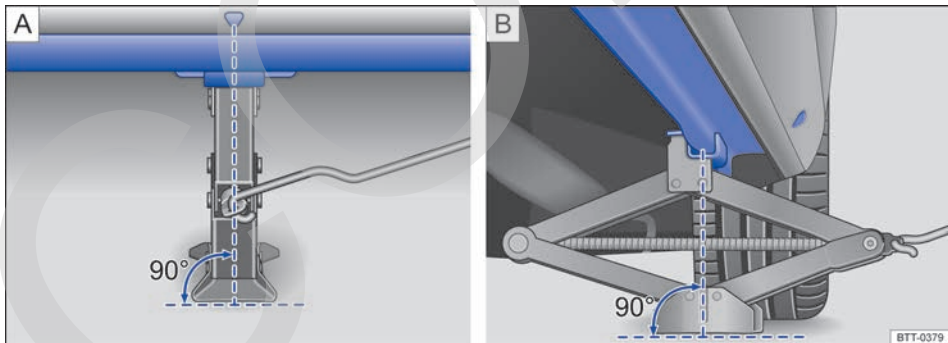

Fig. 273 Gato de tijera colocado en el lado izquierdo del vehículo, en la zona trasera.
Coloque el gato únicamente en los refuerzos de los bajos del vehículo que se encuentran detrás de las marcas que hay en la carrocería → fig. 273. El punto de apoyo válido es el que se encuentra junto a la rueda correspondiente → ⚠.
7. Busque debajo del vehículo el punto de apoyo para el gato → fig. 273 que se encuentre más próximo a la rueda que haya que cambiar.
9. Asegúrese de que toda la base del gato descansa firmemente sobre el suelo y de que se encuentre exactamente debajo del punto de apoyo en vertical → fig. 273.
10. Centre el gato y siga subiéndolo con la manivela hasta que la garra sujete el refuerzo de debajo del vehículo → fig. 273.
- Coloque el gato únicamente en los puntos descritos. La garra del gato deberá sujetar bien el refuerzo del larguero inferior → fig. 273.